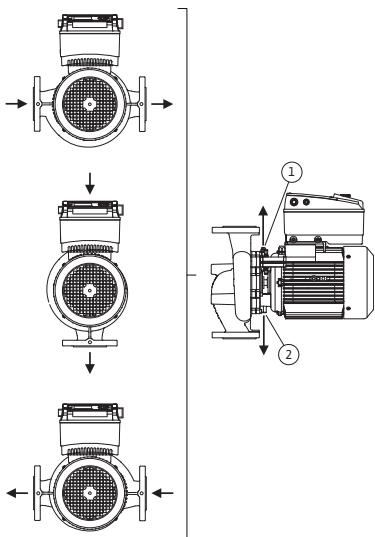

Fig. 18: Tilladte installationspositioner med horisontal motoraksel
De tilladte installationspositioner med horisontal motoraksel og elektronikmodul, der vender opad (0°), er vist i fig. 18. De tilladte installationspositioner med elektronikmodul monteret på siden ($+/- 90^\circ$) er ikke afbilledet. Enhver installationsposition undtagen "elektronikmodul nedad" (-180°) er tilladt. Udluftningen af pumpen er kun sikret, hvis udluftningsventilen peger opad (fig. 18, pos. 1).
Kun i denne position (0°) kan opstået kondensat bortledes målrettet via en eksisterende boring, pumpelanterne samt motor (fig. 18, pos. 2).
- Ved horisontal motoraksel er det nødvendigt at kondensathullet vender nedad (fig. 18, pos.2). Motoren skal evt. drejes, så dette overholdes.